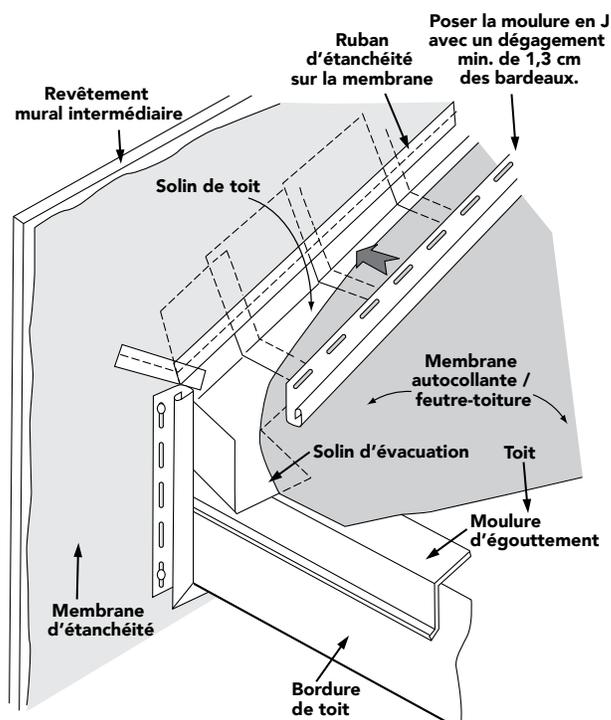

Figure 43
- On peut aussi façonner un solin « d'évacuation » vers la gouttière, en coupant ou en pliant de biais une pièce de solin de toit (cf. Figure 43).
REMARQUE : Le solin « d'évacuation » vers la gouttière (Figure 43) dépasse la rive de toit; il est obligatoire dans certaines régions au climat froid.